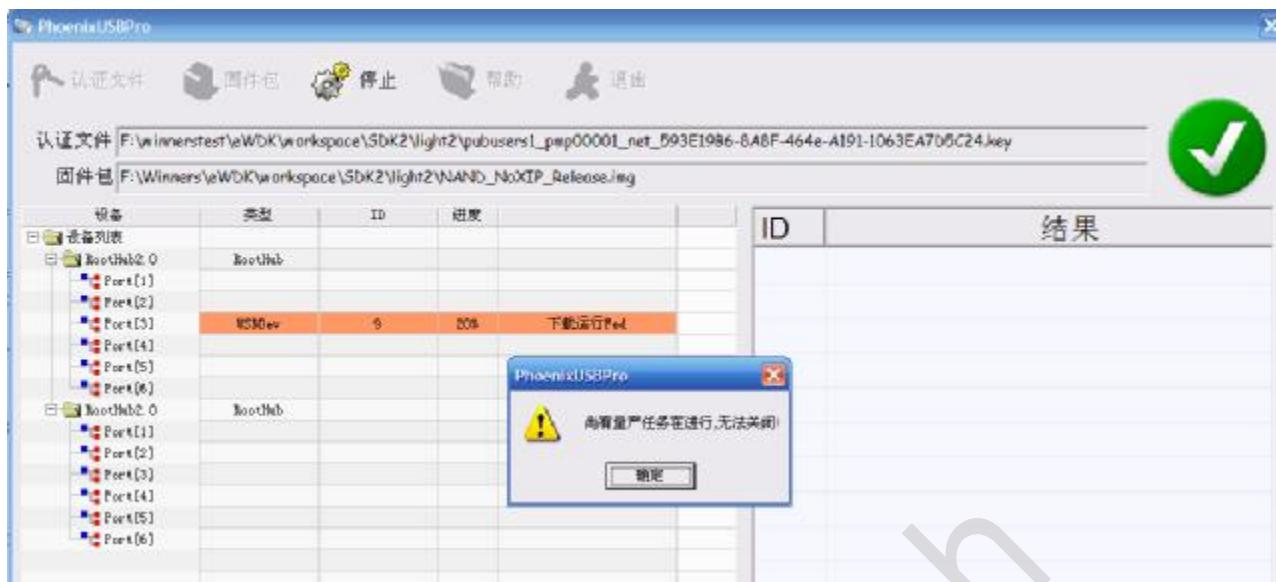

图 5.1
2. 当还有设备没有升级完毕时，点击 停止 按钮，会出现如下图（图 5.1）所示，无法停止。